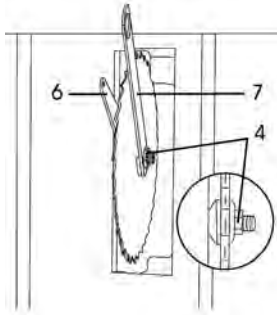

fig. 16 – montaje de la hoja de sierra
5. Inserte la hoja en el eje de la máquina (3), los dientes de la hoja de sierra deben estar orientados hacia la parte delantera de la máquina;
6. Instale la brida (5), asegúrese de que la brida esté bien colocada, haga el aprieto utilizando la tuerca (4);
7. Para dar el aprieto final utilice las llaves (6) y (7), conforme fig. 16;